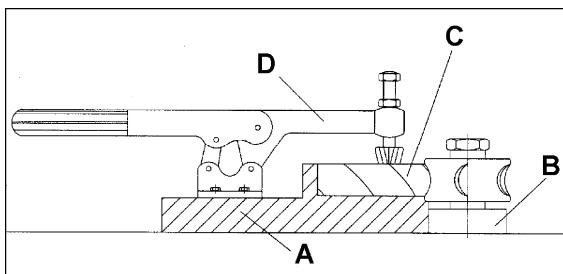

Рисунок 34
1. Подготовьте шаблон (A, рис. 34), чтобы разместить оригинал-деталь.
2. Установите шаблон (A, рис. 34) напротив направляющего буртика кольца стола (B, рис. 34).
3. Закрепите новую заготовку (C, рис. 34) на шаблон (A, рис. 34) при помощи прижима (D, рис. 34) и прижмите узел позади фрезы.